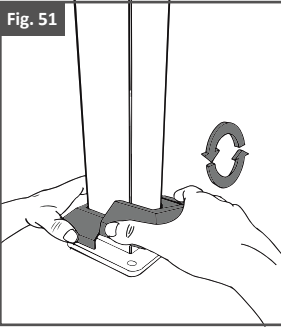

Fig. 52
4. Asegúrese de que uno de los pasadores de bloqueo en la segunda cubierta encaje con la ranura apropiada en la primera pieza de la cubierta, como se muestra en la Fig. 52.